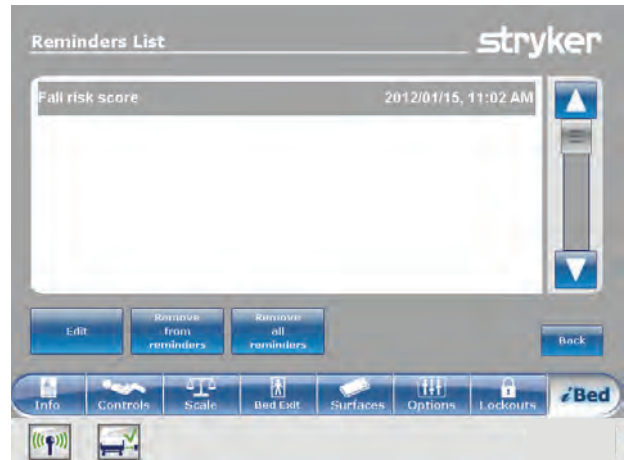

Figure 2-106 : Liste de rappels
Affiche une liste des rappels et les valeurs pour la date, l'heure et le rappel réglés (Figure 2-106 à la page 2-102).
**Remarque** : Le rappel est ajouté à la liste **Reminders List** (Liste des rappels) (Figure 2-106 à la page 2-102).
**Remarque :** Le rappel est ajouté à la liste **Reminders List** (Liste des rappels) (Figure 2-106 à la page 2-102).
L'écran **Reminders List** (Liste des rappels) dresse la liste des rappels et des valeurs pour la date, l'heure et le rappel réglés (Figure 2-106 à la page 2-102).
Pour modifier un intervalle de temps pour un rappel, toucher **Edit** (Modifier) (Figure 2-106 à la page 2-102).
Pour supprimer le rappel en surbrillance de la liste des rappels, toucher **Remove from reminders** (Supprimer des rappels) (Figure 2-106 à la page 2-102).
Pour supprimer tous les rappels de la liste des rappels, toucher **Remove all reminders** (Supprimer tous les rappels) (Figure 2-106 à la page 2-102).
Pour retourner à l'écran **Reminder** (Rappel), toucher **Back** (Précédent) (Figure 2-106 à la page 2-102).